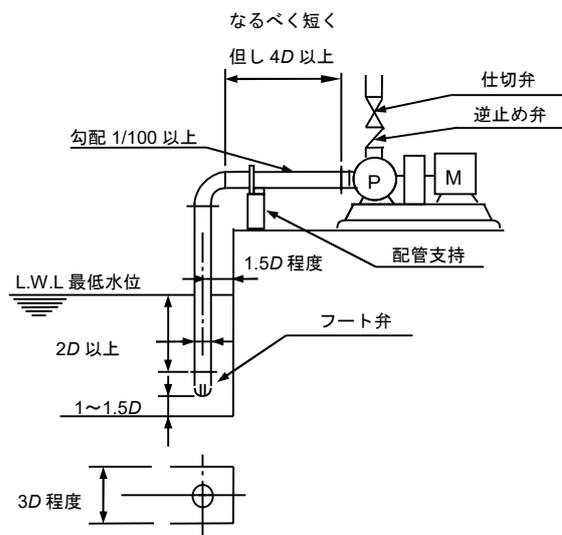
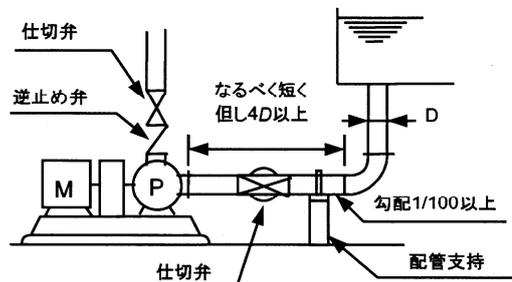

図 2-1
図 2-2
- (1) このポンプは屋内設置用です。モータが屋外仕様であっても、被水する場所や、積雪する場所へ設置される場合は、屋根を設けてください。
- (2) ポンプの保守点検に便利な場所をお選びください。
- (3) 関係者以外の方がポンプに近づけぬよう囲いを設けるなどの対策を施してください。
- (4) ポンプはできるだけ水源に近く、吸込高さ(吸込液面からポンプ中心までの高さ)が低く、かつ、吸込配管の長さが短くなるように据付けてください。図 2-1 または、図 2-2 を参照してください。
- (5) 吸込揚程は吸込全揚程にて-6m 以内(口径 100x80 のものは 50Hz-5m、60Hz-3m/口径 200 のものは 50Hz-5m、60Hz-4m)にしてください。ただし、温水の場合などさらに水位を上げなければならない場合もありますので注意してください。特殊液の場合は液の密度、蒸気圧力、粘度などにより水位を上げなければならない場合がありますので、吸込側配管を検討願います。